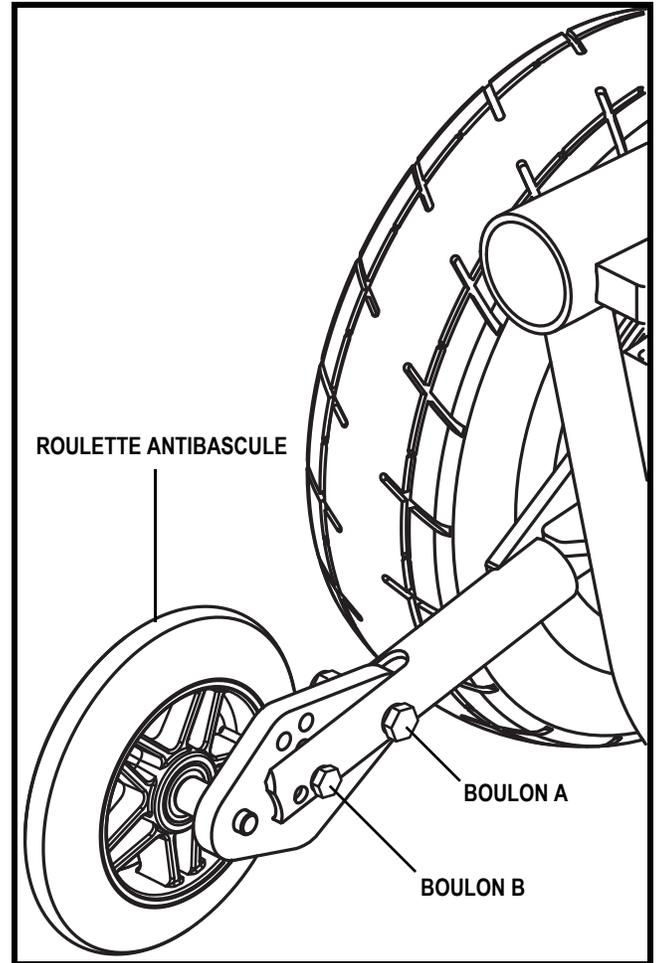

Figure 24. Module de roulette antibascule
1. Desserrez le boulon A. **Voir la figure 24.**